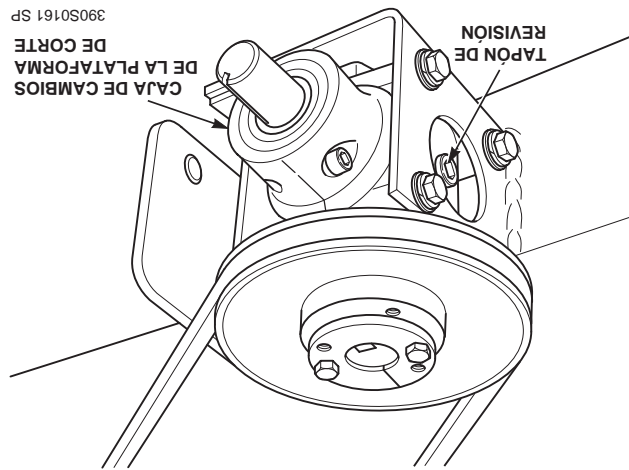

Figura 7-9 Caja de cambios de la plataforma de corte
El nivel de fluido en la caja de cambios de la plataforma de corte (Figura 7-9) debe revisarse cada 100 horas de operación o cada dos semanas, lo que ocurra primero.
2. Limpie y retire el tapón de revisión del lado de la caja de cambios (vea la Figura 7-9). Inspeccione visualmente que el nivel del lubricante llegue al borde inferior del agujero del tapón de revisión. Si el lubricante tiene bajo nivel, agregue lubricante SAE